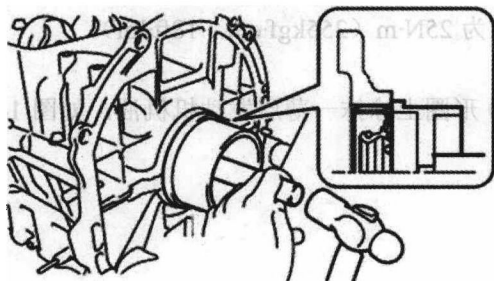
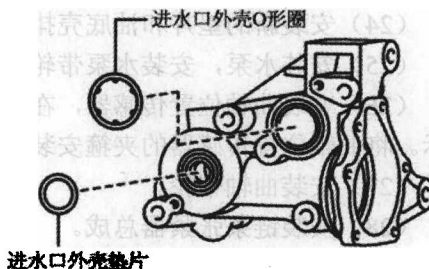

图 1-23 安装机油泵
图 1-24 安装进水口外壳
(5) 安装平衡轴轴承。
(6) 安装加强曲轴箱总成。
(7) 安装机油泵, 如图 1-23 所示, 用 3 个螺栓安装一个新垫片和机油泵, 扭矩为 $19\text{N}\cdot\text{m}$ ($194\text{kgf}\cdot\text{cm}$, $14\text{ft}\cdot\text{lbf}$)。
(8) 安装发动机后部油封, 用工具和锤子均匀敲打油封, 直至其表面与后油封挡圈边缘齐平。注意保持唇部没有杂质, 在新油封唇部涂加润滑脂。
(9) 安装锥度螺旋塞, 扭矩为 $26\text{N}\cdot\text{m}$ ($265\text{kgf}\cdot\text{cm}$, $19\text{ft}\cdot\text{lbf}$)。
(10) 安装机油控制阀滤清器, 检查滤清器的筛网部分是否有杂质。用 8mm 套筒六角扳手安装一个新垫片和带螺旋塞的机油控制阀滤清器, 扭矩为 $30\text{N}\cdot\text{m}$ ($306\text{kgf}\cdot\text{cm}$, $22\text{ft}\cdot\text{lbf}$)。
(11) 安装进水口外壳, 将一个新的进水口外壳 O 形圈和新的进水口外壳垫片安装到进水口外壳上, 如图 1-24 所示。